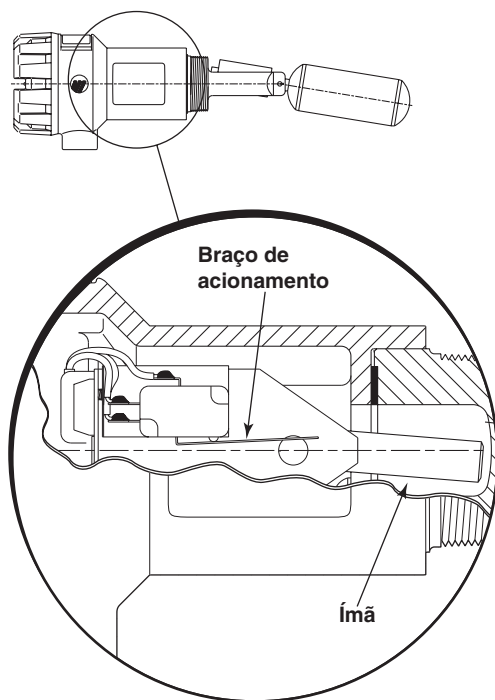

Figura 12
4. Examine o braço de acionamento da chave e o conjunto do ímã e verifique se há qualquer sinal de algo preso ou interferência na fiação. Veja a Figura 12. O conjunto de chave e ímã deve se movimentar através do seu curso completo, sem interferência. Se houver algo preso, TODA a cabeça magnética (conjunto de chave e ímã) deverá ser substituída.